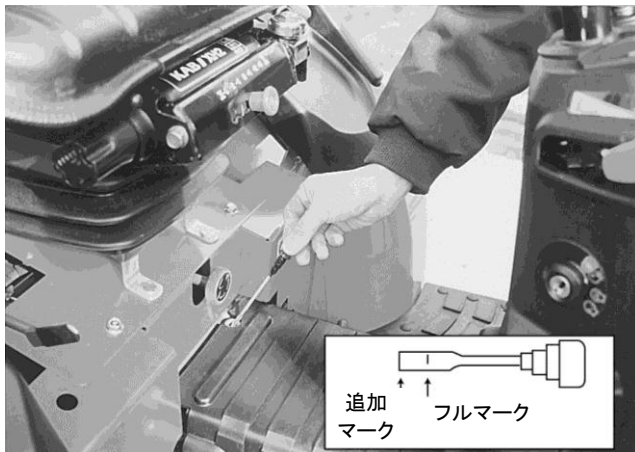

図54 トランスミッション、後車軸、油圧システムの油量検油棒
1. トラクタを停車させ、エンジンを切り、検油棒で油量をチェックします（図54）。